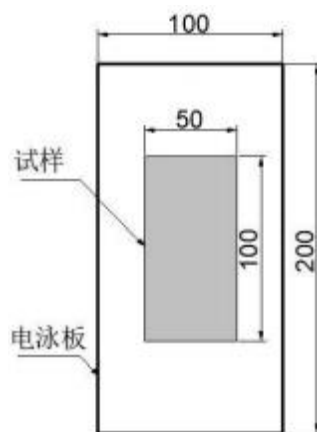

图 2 试样竖向放置示意图
b) 将制作好的试样竖向（如图 2）与水平面呈  $90^\circ$  的角放置 30min 后，观察试片是否有移动，并用卡尺测量移动的距离（mm）；